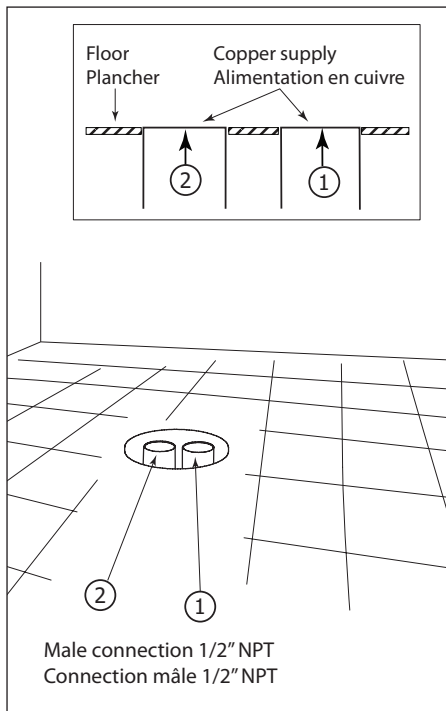

Fig.1
-Determine the position of the tub filler on the floor and prepare the roughing as shown (Fig.1). Flush the copper supply to the floor.
-Déterminer la position du robinet sur le plancher et préparer les raccordements tel qu'illustré (Fig.1). Encastrer les tubes d'alimentation d'eau en cuivre à la hauteur du sol.
-Connect the hot water hose (2) and cold water hose (3) to the spout (1). Assemble the spout (1) to the body (5), tighten the set screw (4).
-Separate the escutcheon (6) from the mounting flange (7), slide it upward on faucet assembly. Tighten the setscrew (8) to secure the floormount faucet assembly.
-Connectez le tuyau d'eau chaude (2) et le tuyau d'eau froide (3) sur le bec (1). Assemblez le bec (1) sur le corps (5), serrez la vis de réglage (4).
-Séparer la rosace (6) de la bride de fixation (7), faites-le glisser vers le haut sur l'ensemble du robinet de lavabo au sol. Serrez la vis (8) pour fixer l'ensemble du robinet au sol.